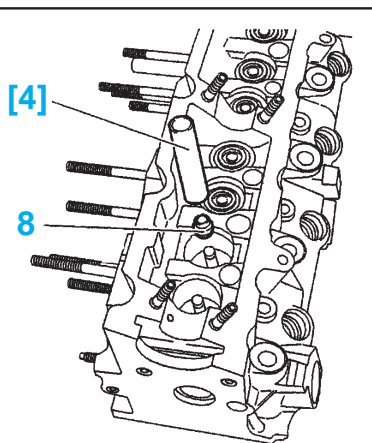

fig. Mot. 145
- Les joints de queue de soupapes (8) à l'aide de l'outil [4] (-).0132-W (fig. Mot. 145)